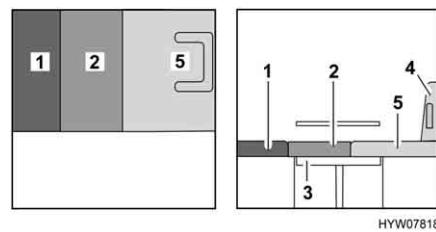

Bild 123 Nach dem Umbau
- Das Sitzpolster (Bild 123,2) nach vorn ziehen.
- Das Rückenpolster (Bild 123,1) zwischen das Sitzpolster und die Rückwand legen.
- Das Zusatzpolster (Bild 123,5) auf den Fahrersitz legen.
- Den Fahrersitz (Bild 123,4) gegebenenfalls wieder nach hinten schieben.